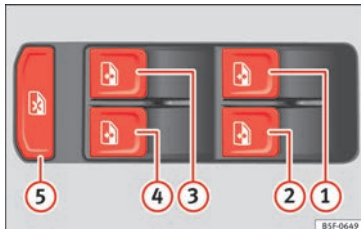

Abb. 128 Ausschnitt der Fahrertür: Tasten zum Bedienen der elektrischen Fensterheber
Durch Drücken der Sicherheitstaste ⑤ »» **Abb. 128** können Sie die Bedientasten in den hinteren Türen deaktivieren. Durch erneutes Drücken der Sicherheitstaste ⑤ werden die Bedientasten in den hinteren Türen wieder aktiviert.
- Wenn Kinder auf dem Rücksitz mitfahren, empfehlen wir aus Sicherheitsgründen durch Drücken der Sicherheitstaste ⑤ »» **Abb. 128** die Bedientasten der hinteren Fenster zu sperren.